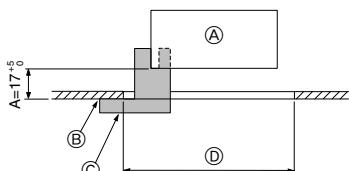

Fig. 5-2
5.2. Подготовка к установке вентиляционной решетки (Fig. 5-2)
- С помощью поставленного в комплекте шаблона ③ отрегулируйте и проверьте положение устройства по отношению к потолку. При неверном расположении устройства по отношению к потолку возможно прохождение воздуха или накопление конденсации.